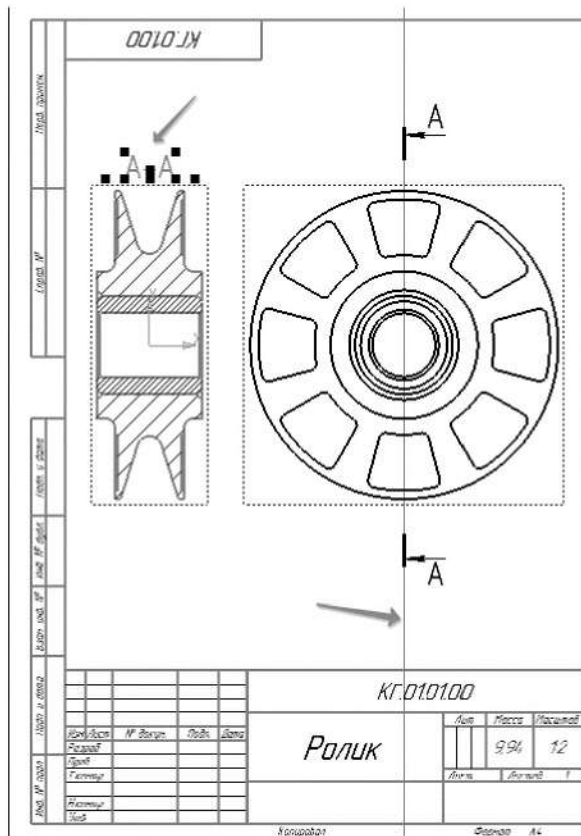

Рисунок 4.13. Удаление надписи и вспомогательной линии
1.4.4 Нажмите клавишу <Delete>. Выделенные объекты будут удалены с чертежа (рисунок 4.13).